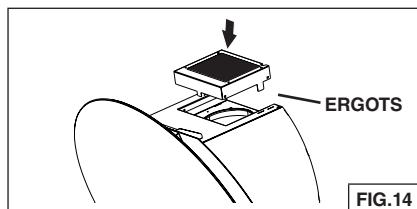

FIG.14
10. Installez le protecteur des roues à ailettes. Alignez les ergots arrière du protecteur dans les fentes du haut de la hotte. Fig. 14.